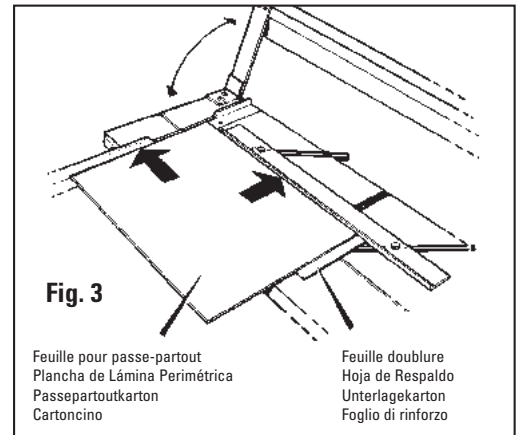

**Fig. 2**
2. Réglez le guide de passe-partout à la largeur de bordure souhaitée. Par exemple, pour une bordure de 2 pouces (5,08 cm), alignez l'avant du guide de passe-partout au niveau du repère de 2 pouces et serrez les boutons noirs. **Fig. 2**
2. Stellen Sie die Passepartout-Führung auf die gewünschte Randbreite ein. Für einen 5 cm breiten Rand richten Sie die Vorderseite der Passepartout-Führung bei der 5 cm (2 Zoll) Markierung aus und ziehen die schwarzen Knöpfe fest. **Abb. 2**
2. Ajuste la Guía de la Lámina Perimétrica a la anchura de franja deseada. Por ejemplo para una franja de 2" alinee el frente de la Guía de Lámina Perimétrica en la marca de 2" y apriete las perillas negras. **Fig. 2**